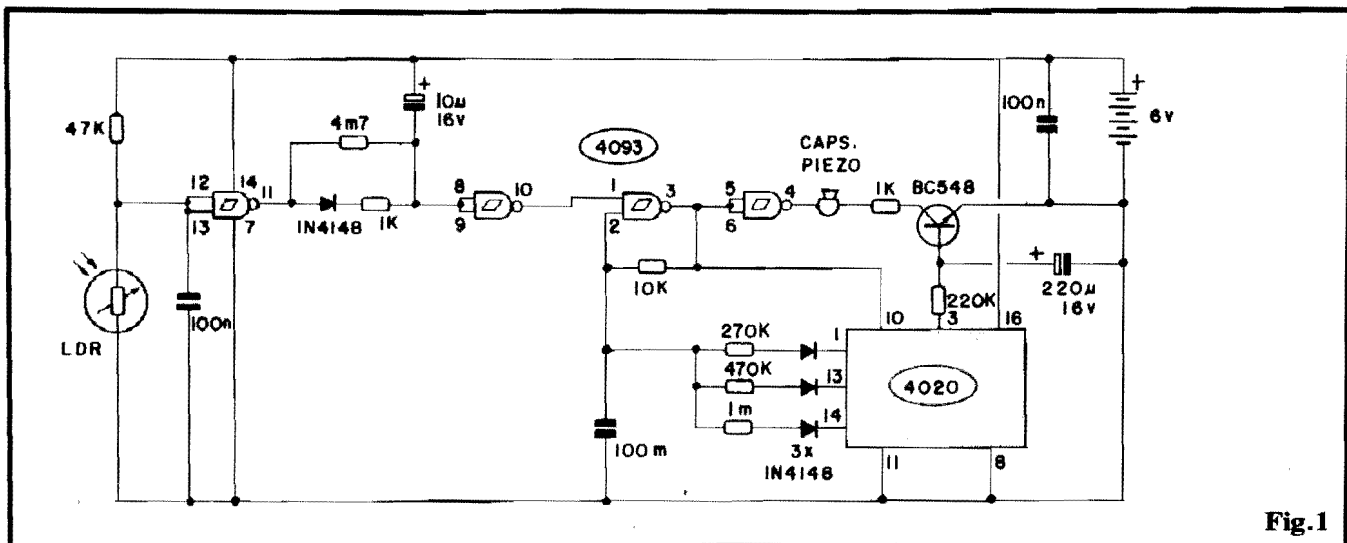

Fig.1
- FIG. 1 - O CIRCUITO - O "âmago" do circuito encontra-se num gate de Integrado digital C.MOS 4093, delimitado pelos pinos 1-2-3... O dito gate está arranjado